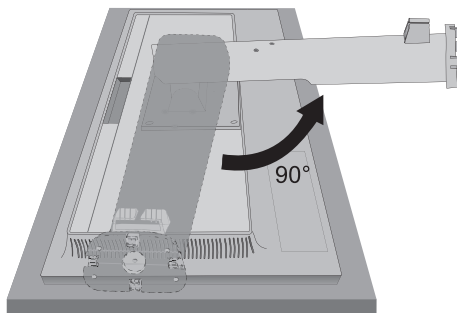

Figura 1
1. Sistemare il monitor a faccia in giù su una superficie non abrasiva (**Figura 1**).
2. Ruotare la base di 90 gradi come mostrato in **Figura 1**.